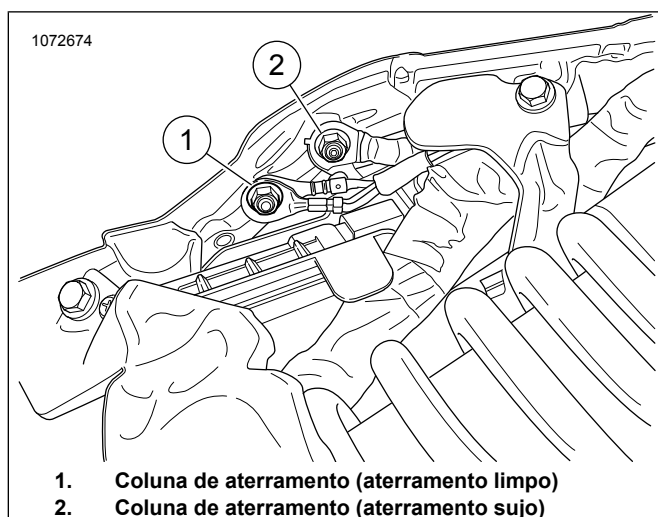

Figura 23. Terra da estrutura
Veja Figura 23. Oriente e conecte o fio de ligação terra do ATM na coluna de aterramento **limpo** traseiro (1). Aperte com torque de: